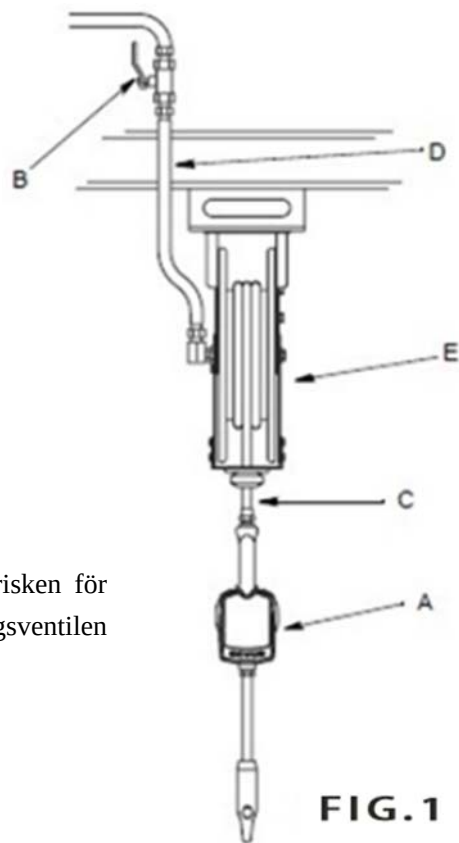
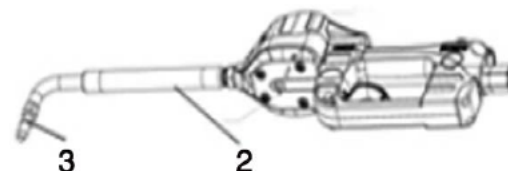

FIG. 1
FIG. 3
FIG. 1 visar en typisk slangvindainstallation.
1. Stäng avstängningsventilen (B, FIG. 1) vid varje doseringsplats.
5. Öppna långsamt avstängningsventilen (B, FIG. 1) vid doseringsplatsen. Spola ur tillräckligt med olja för att säkerställa att systemet är rent. Stäng ventilen.
1. Fäst förlängningsrörkopplingen (2) i mätarutloppet med minst the hela varv. (FIG. 3). Använd inte ett vrid/lås-munstycke eller ett som kan stängas av manuellt. Du måste använda ett automatiskt munstycke på mätaren eftersom den kan ta skada annars.
2. Fäst det nya munstycket (3) på förlängningsröret. Med en öppen, justerbar skiftnyckel. Dra åt den ordentligt.
4. Öppna avstängningsventilerna på samtliga doseringsplatser (B, FIG. 1) och starta pumpen för att trycksätta systemet. Se **Handhavande** för information om hur mätaren ska användas. För att säkerställa att doseringen sker korrekt ska all luft avlägsnas från vätskeledningarna och doseringsventilen innan du använder den.